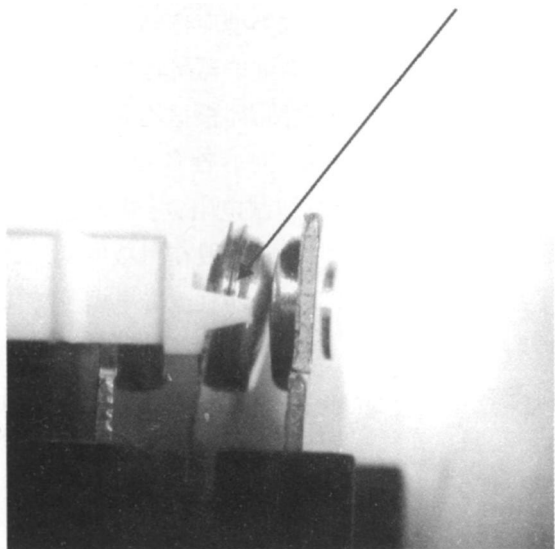
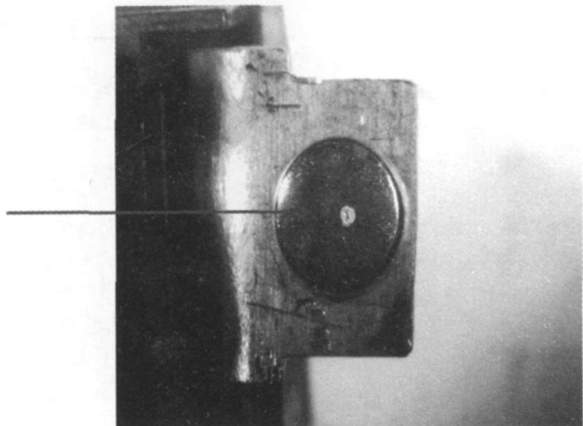

图 7 触点粘连形貌
图 8 触点接触面留下的熔池痕迹
效。图 7 是某一规格的功率继电器常开 (NO) 触点粘连无法断开的形貌, 及触点接触面留下的点状熔池痕迹 (图 8):